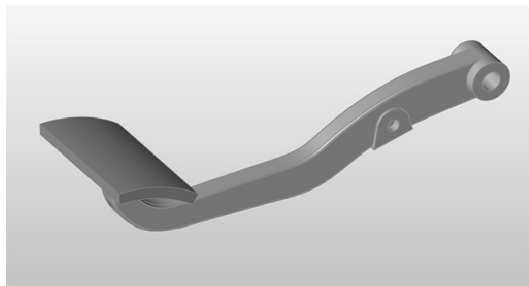

图 6-15
7) 单击操作栏中的相交按钮执行操作, 用鼠标右键单击退出该工具, 然后选择制动臂, 如图 6-15 所示。踏板和制动臂即成为两个独立的零件。